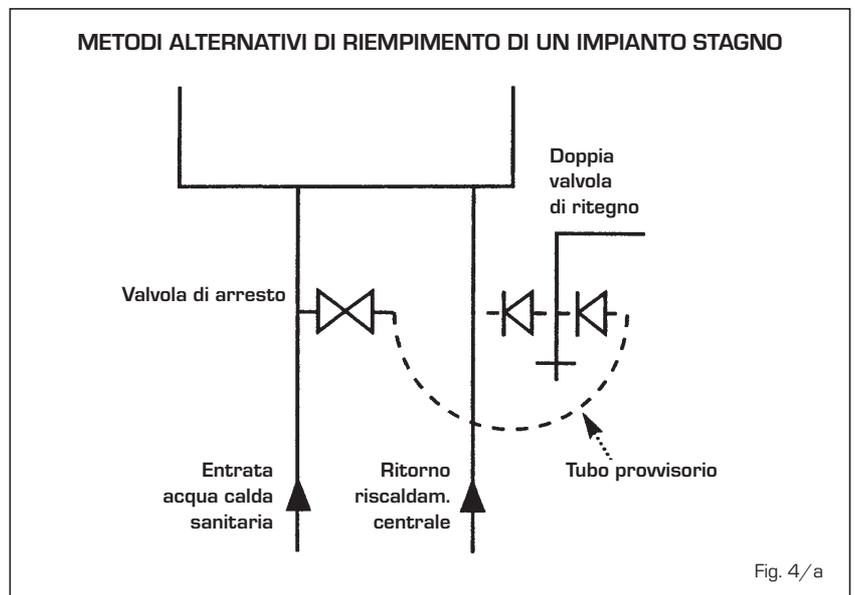

Fig. 4/a
d) Un impianto a tenuta stagna deve essere riempito soltanto da una persona competente che utilizzi i metodi approvati indicati in fig. 4/a. Il progetto dell'impianto deve includere i collegamenti adatti ad uno di questi metodi.